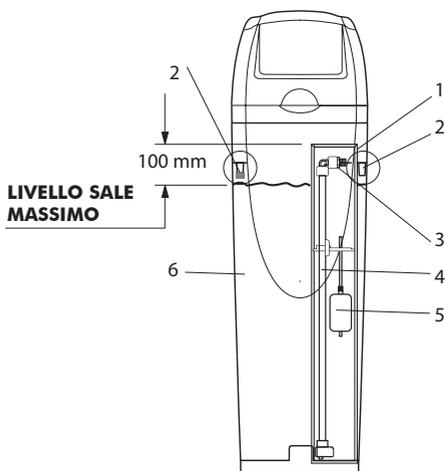

Fig. 5
Nota: Tappare con apposito tappo il troppo pieno non utilizzato (Vedi Fig.5 pos.2).